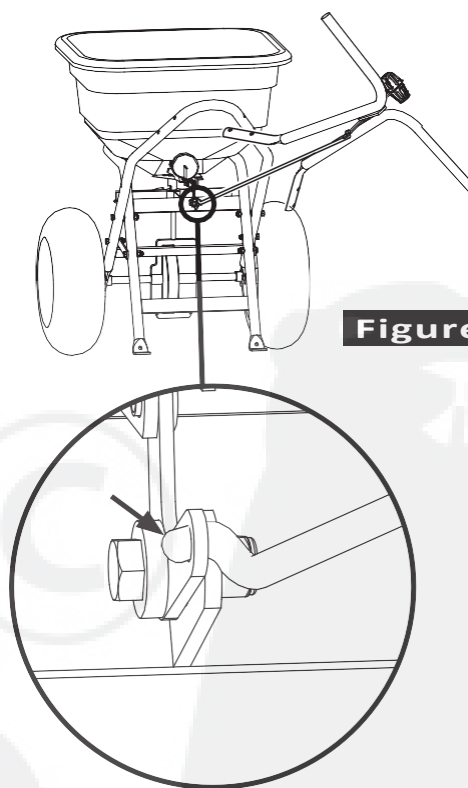

Figure 9
9. Tournez l'assemblage de poignée vers le côté et installez la timonerie sur le levier de la trappe de débit, comme illustré à la figure 9.